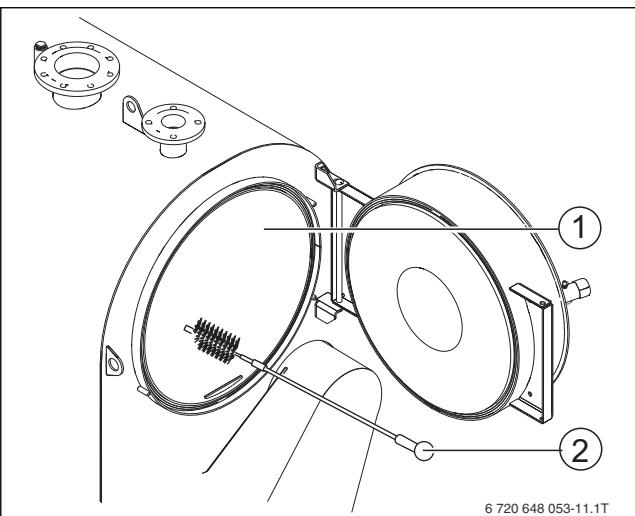
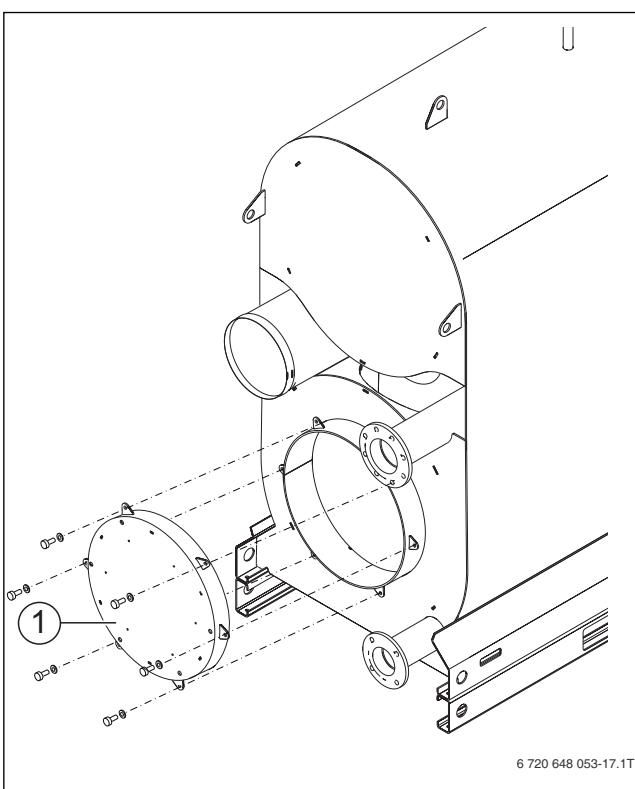

Рис. 31 Чистка поверхностей нагрева
Рис. 32 Снятие крышки обортной камеры
- ▶ Очистите поверхности нагрева камеры сгорания (→ рис. 31, [1]) щётками [2].
- Удалите нагар из камеры сгорания (→ рис. 31, [1], стр. 31), газоотводящих каналов и обратной камеры (→ рис. 32,[1]).